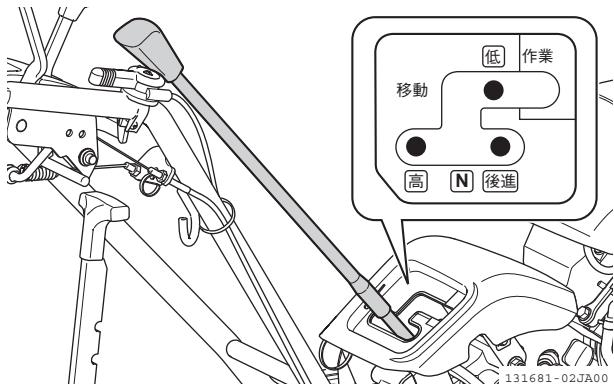

図 2-24 変速レバー
- 変速レバーを「低（低速）」、「高（高速）」、「後進」のいずれかの位置にします。（図 2-24）